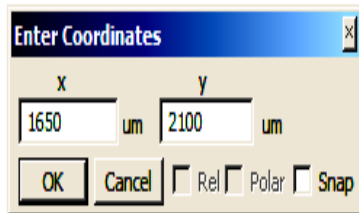
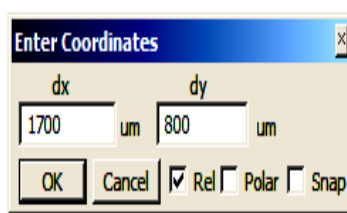
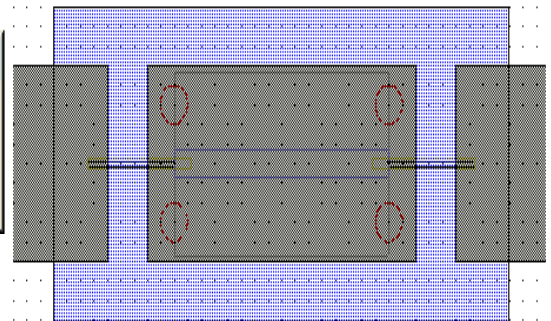
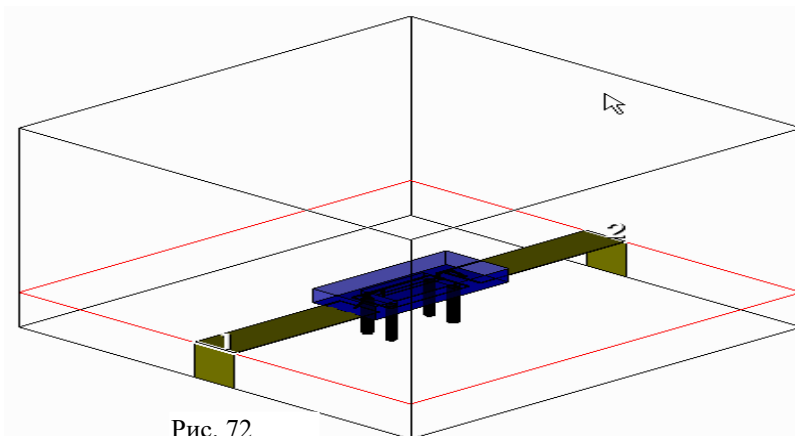

Рис. 69
Рис. 70
Рис. 71
Рис. 72
2. В левом окне **Drawing Layers** отметьте слой **BCB**. Щёлкните по значку **Rectangle** на панели инструментов. Переместите курсор к ЕМ структуре и нажмите клавишу **Tab**. В открывшемся окне координатного ввода введите в поле **x** **1650**, в поле **y** введите **2100** (рис. 69) и нажмите **OK**. Снова нажмите клавишу **Tab**. В поле **dx** введите **1700**, в поле **dy** введите **800** (рис. 70) и нажмите **OK**. Двухмерное представление ЕМ структуры будет, как на рис. 71, а трёхмерное - как на рис. 72.